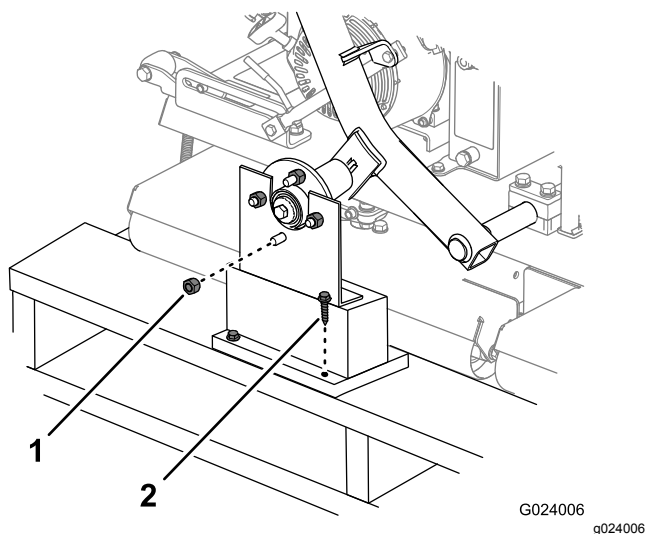

Рисунок 3
1. Снимите колесные гайки, которыми ступицы колес крепятся к транспортировочным кронштейнам (Рисунок 3). Снимите также гайки с болтов каждой ступицы.